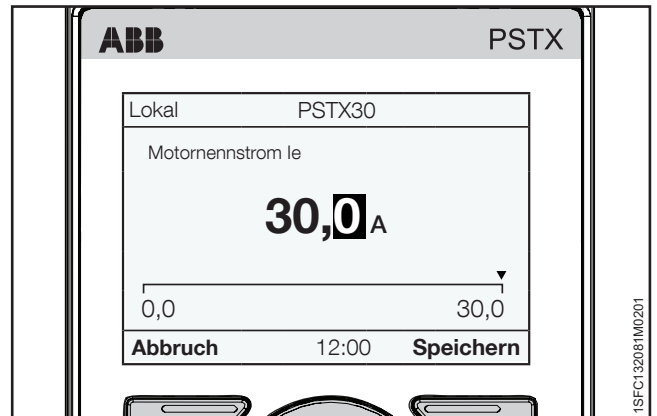

Abbildung 6.8
1. Die Startansicht ist die oberste Ebene. Drücken Sie auf , um das Menü zu öffnen. Die Anzeige entspricht jetzt **Abbildung 6.8**.
6. Wählen Sie die Zahl mithilfe von  und  aus. Die aktuell ausgewählte Zahl ist schwarz markiert. Drücken Sie dann auf  oder , um den Wert der ausgewählten Zahl zu ändern. Speichern Sie die neue Einstellung, indem Sie  „Speichern“ wählen. Siehe **Abbildung 6.8**. Wenn Sie den Vorgang beenden möchten, wählen Sie  „Abbrechen“.